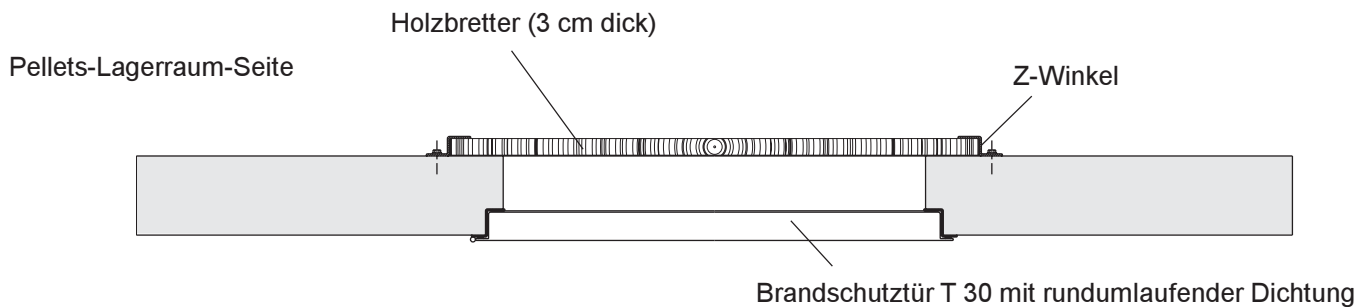

Abb. 5 Lagerraumtür – Draufsicht
- Als Druckentlastung der Tür, damit die Pellets nicht gegen die Tür drücken, müssen Holzplatten in seitliche Profile (Z-Winkel) an der Innenseite der Türöffnung bis ganz nach oben angebracht werden – Abb. 5